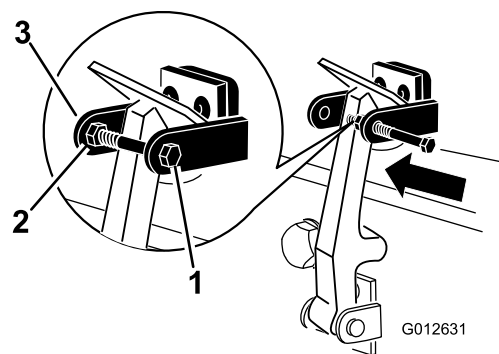

Figura 6
9. Montate il bullone attraverso l'altro braccio della staffa di blocco CE e fissate il bullone con il dado di bloccaggio e la rondella (Figura 6).